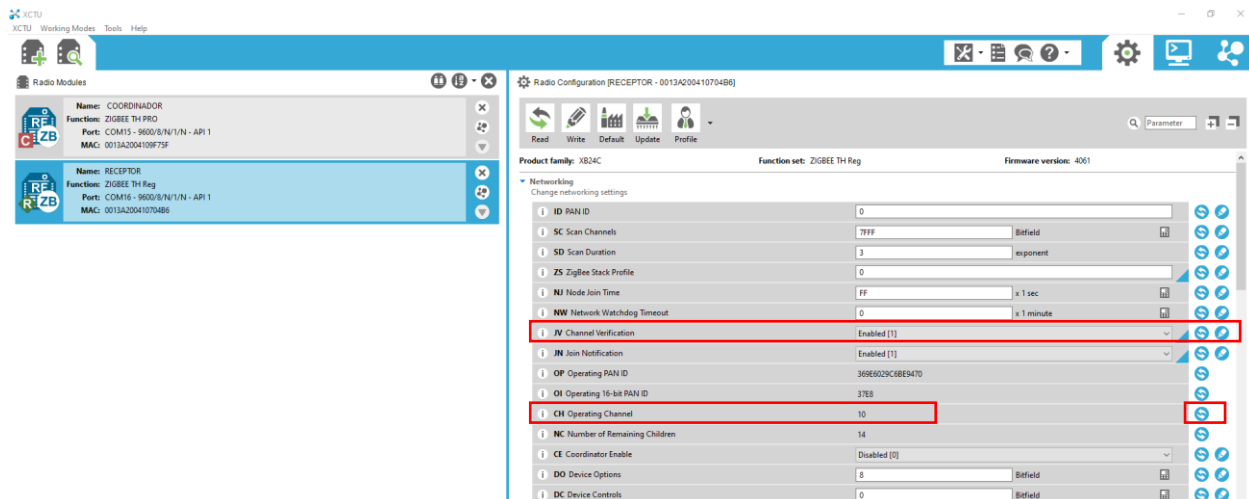

Figura 7.12. Verificación/ Configuración del canal de transmisión
- Verifique que este módulo tenga el mismo canal de operación que el coordinador. Los dos dispositivos deben estar en el mismo canal para establecer la comunicación entre ellos. En caso de no tener configurado el mismo canal, se debe presionar el botón de actualización para detectar el canal por donde el coordinador ha iniciado la comunicación. También se debe verificar que el parámetro *JV Channel Verification* esté habilitado (*Enabled[1]*). (Ver figura 7.12)